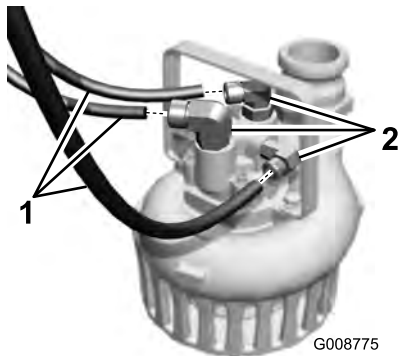

Figura 1
1. Limpie la zona de conexión de los manguitos hidráulicos a la parte superior de la bomba (Figura 1).
2. Desconecte los 3 manguitos hidráulicos de los acoplamientos de 90 grados de la bomba (Figura 1).